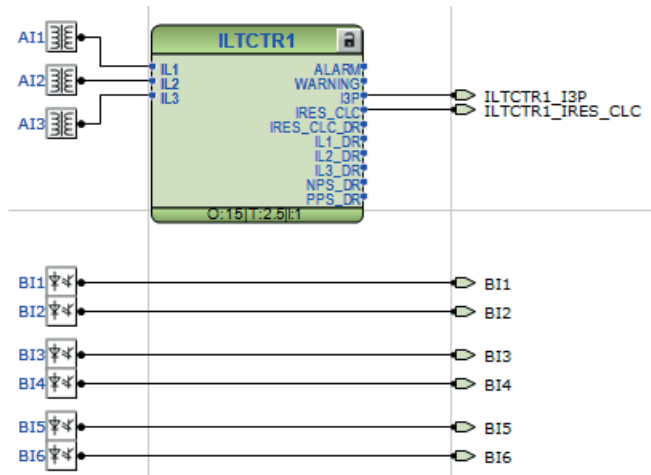
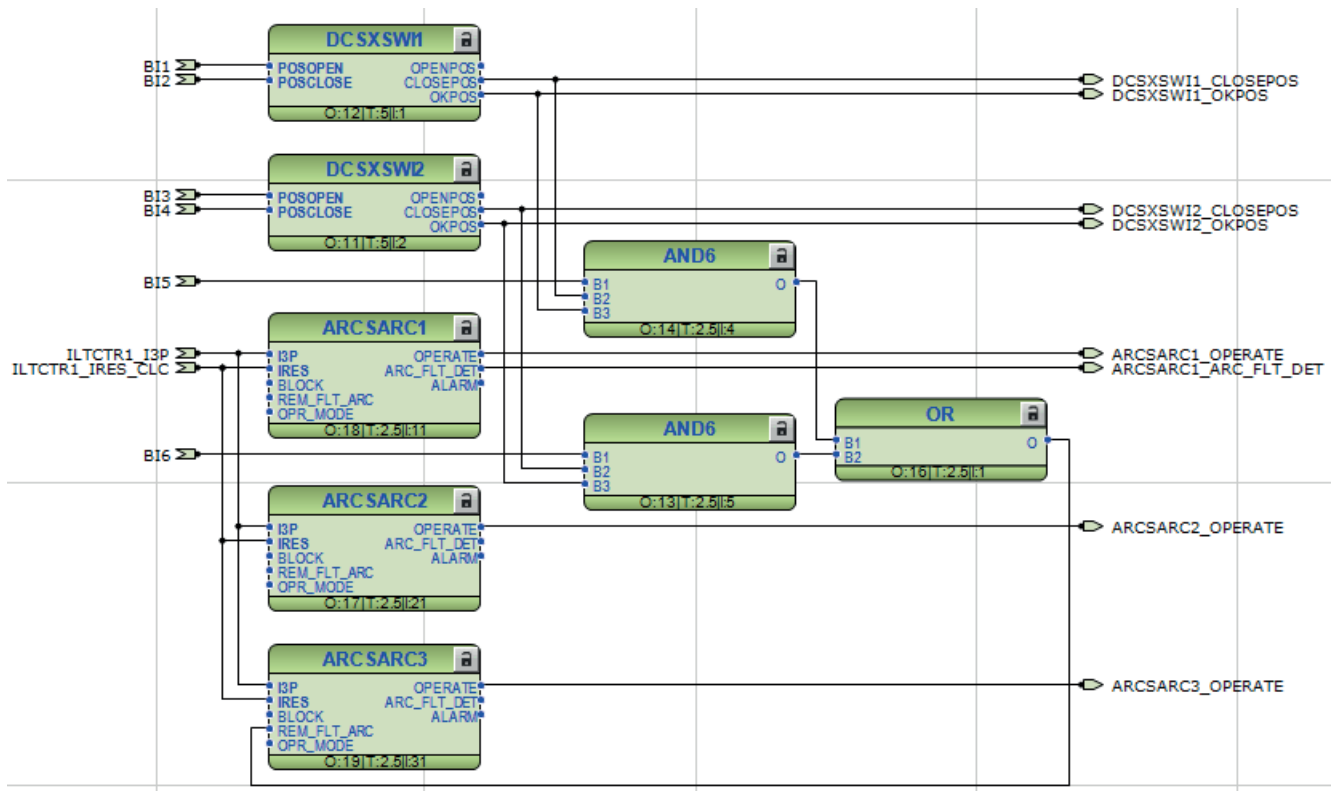
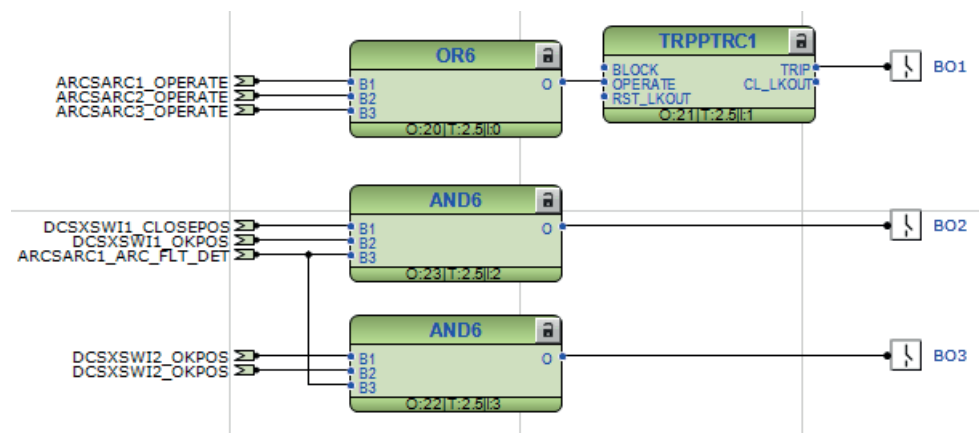

Abb. 75: Relais- und Vorverarbeitungsanschlüsse
Abb. 76: Anwendungs-Funktionsblockanschlüsse
Abb. 77: Relais-Ausgangsanschlüsse
Die Relaiskonfiguration ist in die Anwendungskonfiguration in PCM600 implementiert. Sie wird in Abbildung 75, Abbildung 76 und Abbildung 77 dargestellt. Die Funktion implementiert die konzeptionelle Logik, wurde jedoch so ausgelegt, dass die Funktionsblöcke des Relais mit ihren Merkmalen berücksichtigt werden.
- 1) Lichtbogen-Sensoreingänge ARC1...4 werden immer intern zu den ARCSARC1...4-Funktionsblöcken geführt. Diese Eingänge sind in Abbildung 75 nicht dargestellt.
Die Konfiguration erfordert auch andere spezifische Funktionen, die in Tabelle 171 aufgeführt sind. Darüber hinaus werden einige Logikgatter für die Implementierung der notwendigen Logik benötigt. Diese sind in Abbildung 76 und Abbildung 77 dargestellt.